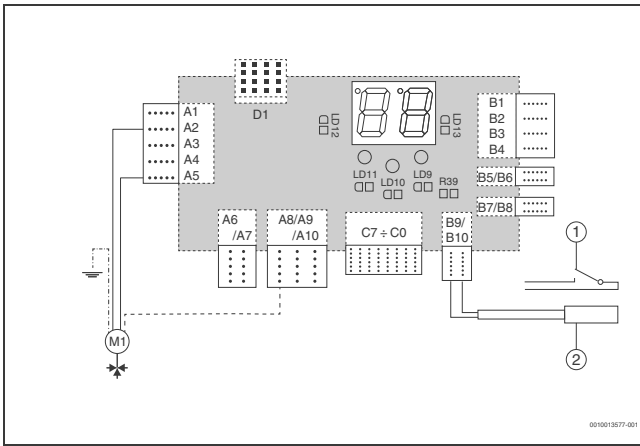

Fig. 1 Racordul vanei cu 3 căi pentru funcția sistemului de comandă al apei calde sau al sursei de rezervă
- ▶ Racordați cablul elementului de reglaj la sistemul electronic al cazanului de încălzire, corespunzător schemei electrice (→Fig. 1). Izolați firele rămase (este vorba de contactele interne ale elementului de reglaj).
- ▶ Racordați senzorul la bornele B9-B10 ale sistemului electronic, corespunzător schemei electrice (→Fig. 1). La bornele și cablurile senzorului nu trebuie respectată nicio polaritate.